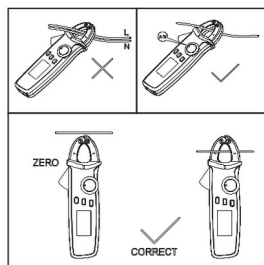

Figura 4
3. Medición de Corriente Alterna/Continua (Figura 4)